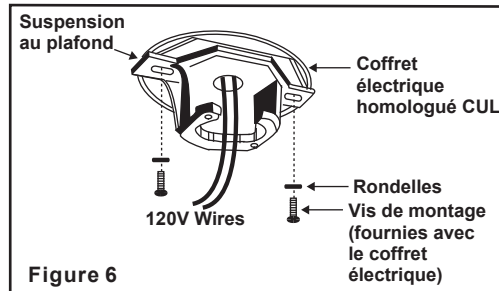

Figure 6
Étape 2. Passez les fils de 120 volts dans le trou du centre du support de suspension au plafond, comme montré à la Fig. 6.